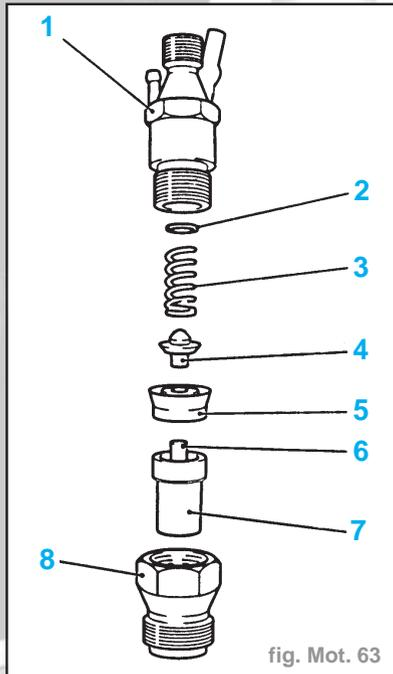

fig. Mot. 63
- Serrer le porte-injecteur (1) dans l'étau. Dévisser l'écrou-raccord (8) (fig. Mot. 63).
- Enlever le corps d'injecteur (7), l'aiguille d'injecteur (6), la rondelle entretoise (5), la tige-poussoir (4), le ressort de pression (3) et la rondelle de compensation de la pression (2). Tenir compte de la position de montage des éléments.